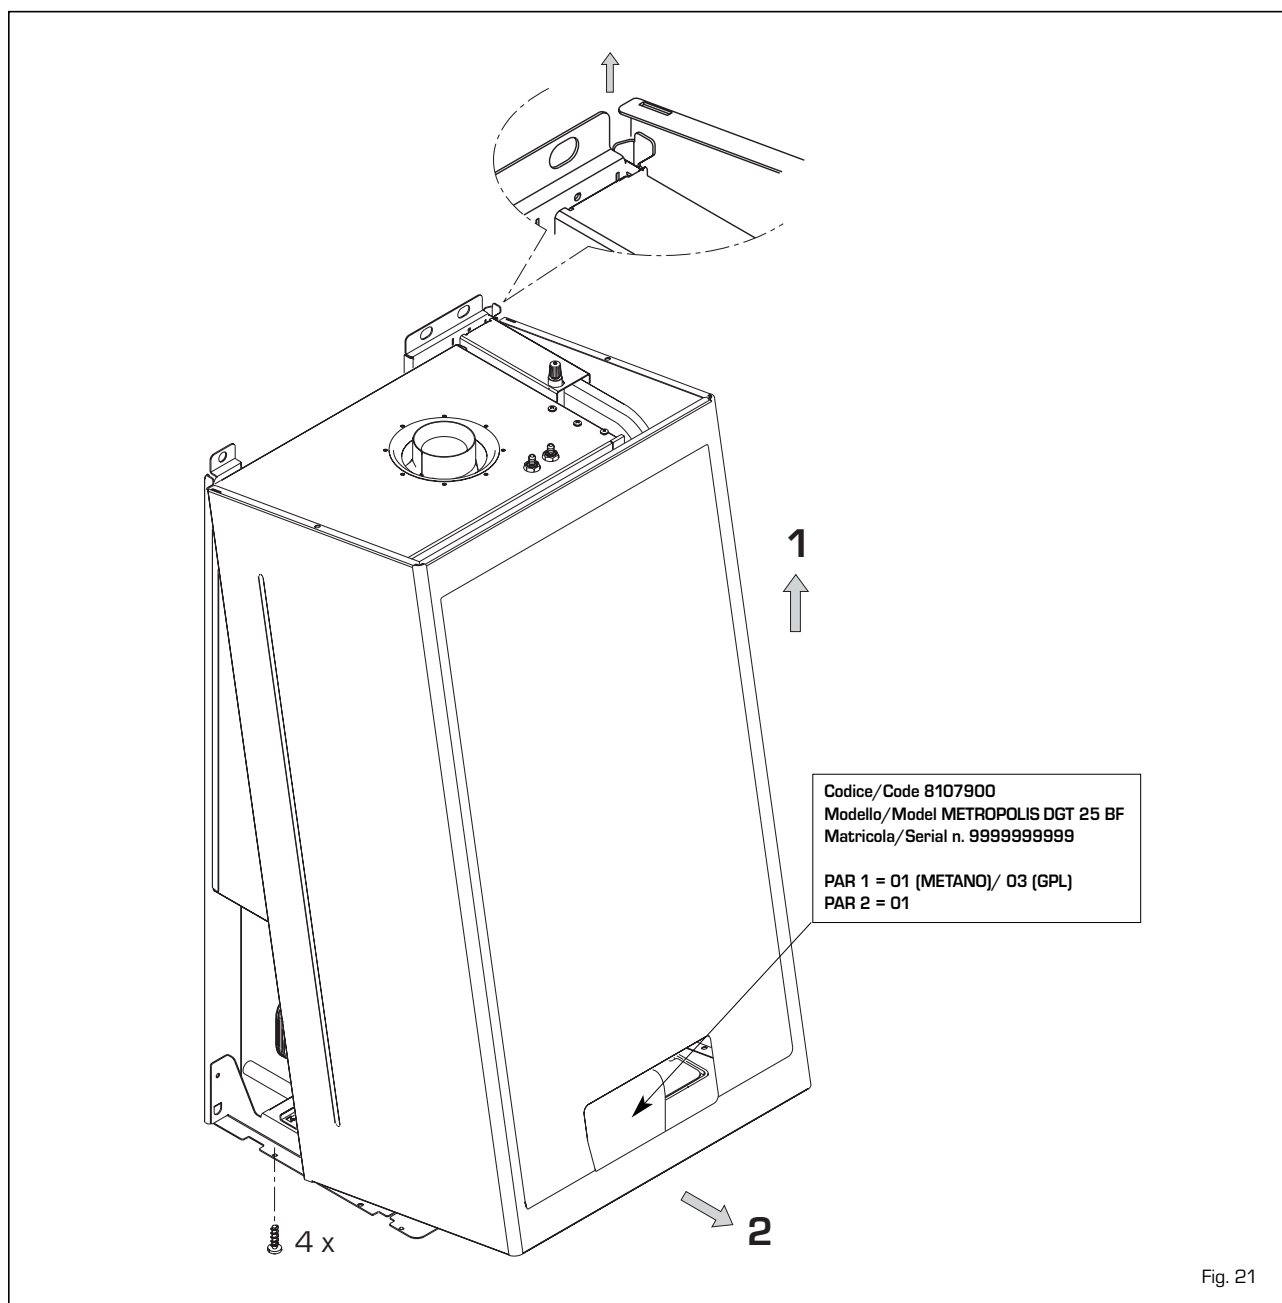

Fig. 21
4.3 SMONTAGGIO MANTELLO (fig. 21)
Per una facile manutenzione della caldaia è possibile smontare completamente il mantello come indicato nella fig. 21. Ribaltare il pannello comandi in avanti per accedere ai componenti interni della caldaia.